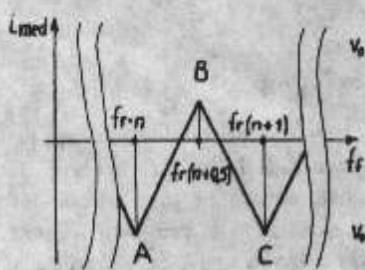

Fig. 2
Variația curentului mediat de la ieșirile derivatoarelor, față de o masă (virtuală) situată la jumătatea tensiunii de alimentare a integratorului, funcție de frecvența  $f_r$  a D.C.O., este prezentată în fig.2. Se disting următoarele cazuri:
3.2.  $f_r \in (n f_r, \dots, (n+0,5)f_r)$ , fronturile active ale impulsurilor de referință  $f_r$  "surprind" din ce în ce mai mult și paliere diferite logic, ale semnalului  $f_r$ , astfel încât curentul  $i_{med}$  negativ, rezultat din derivatorul  $d(-)$  este diminuat de impulsurile pozitive pe care începe să le genereze derivatorul  $d(+)$ , urmând schimbării stării logice a ieșirii Qf, a circuitului de eșantionare, obținându-se porțiunea A-B din graficul din fig. 2.